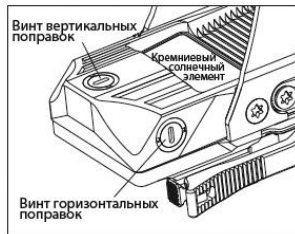

Рис. 8
1) На фабрике прицельная марка устанавливается в среднее положение. Обычно, для пристрелки достаточно ввода минимальных поправок. (Рис. 8)